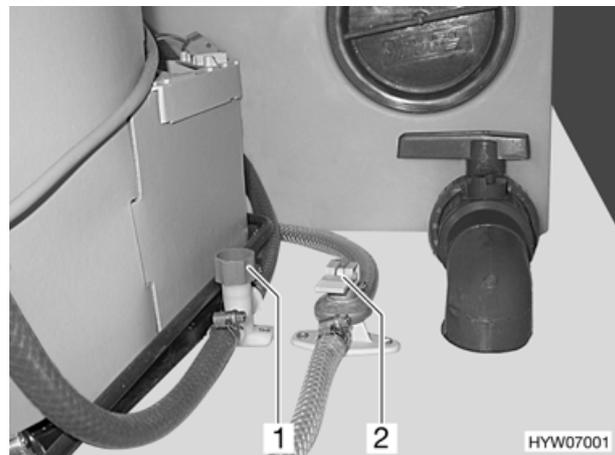

Fig. 57 Valvole di scarico
- Chiudere le valvole di scarico (Fig. 57) : Ruotare il cappelletto di valvola blu (Fig. 57,1) in senso orario. Posizionare orizzontalmente la leva d'inclinazione (Fig. 57,2). L'ubicazione delle valvole di scarico è riportata nella figura "Ubicazione dei dispositivi igienico-sanitari" alla fine del presente capitolo.
- Girare in senso antiorario il cappelletto di valvola blu (Fig. 57,1).
- Mettere la leva a bilanciere della valvola di scarico (Fig. 57,2) in posizione verticale.